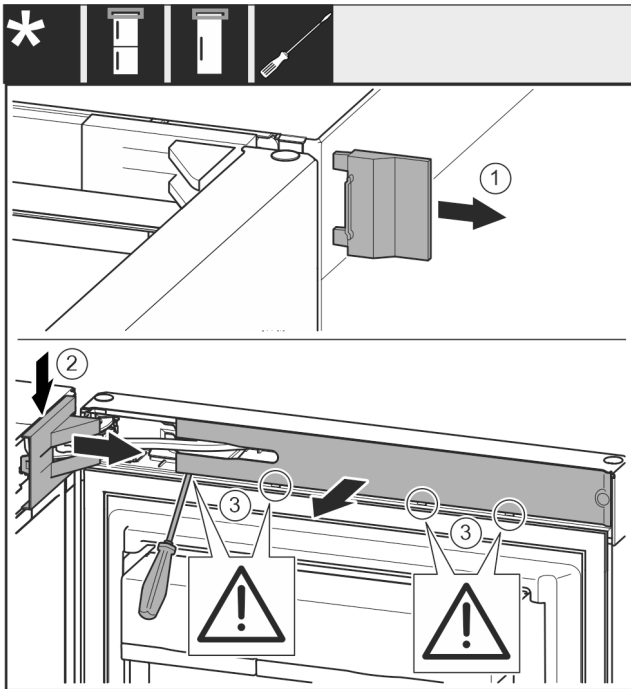

Fig. 10
- ▶ Снимите крышку Fig. 10 (1).
- ▶ При помощи отвертки отцепите крышку опорного кронштейна Fig. 10 (2) и отсоедините ее.
- ▶ Снимите крышку опорного кронштейна Fig. 10 (2).
- ▶ При помощи шлицевой отвертки отцепите накладку Fig. 10 (3) и отведите ее в сторону.